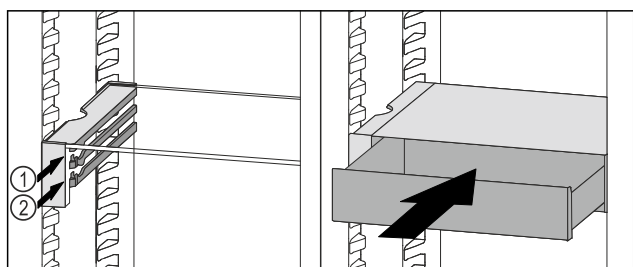

Fig. 92
- VarioSafe-lade achter de stoppers op de gewenste rib Fig. 92 (1) of Fig. 92 (2) plaatsen.